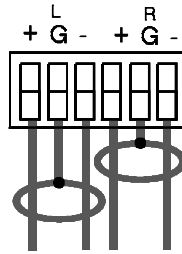

Рис. 4. Подключение источников и приемников балансного стереофонического аудиосигнала
- источников и приемников балансного аудиосигнала (рис. 4)
На рис. 4 показано подключение источников и приемников балансного сигнала: